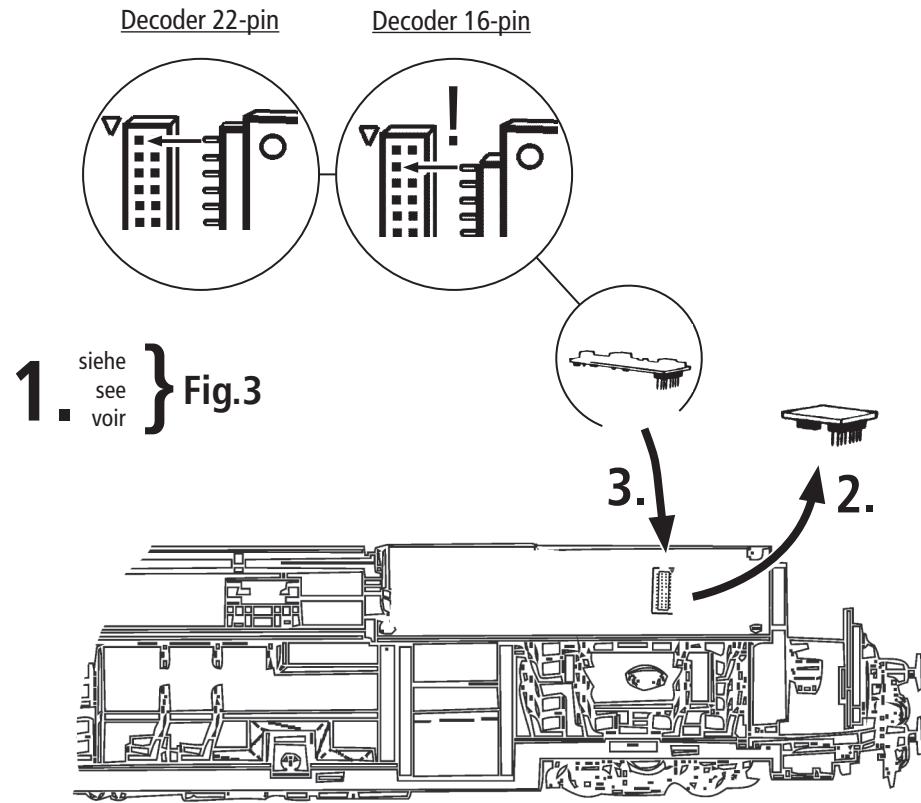

Fig. 5
2. Schmierung: Versehen Sie die im Schmierplan in Fig. 5 gekennzeichneten Stellen mit nur **kleinen Öltropfen**. Dazu zuerst das Lokgehäuse abnehmen (Fig. 3). Wir empfehlen den **ROCO Öler Art.-Nr. 10906**. Fürs Schmieren der Getriebeteile (Zahnräder, Schnecke) empfehlen wir das **ROCO-Spezialfett Art.-Nr. 10905**. Im Falle der Schmierung diese Teile **nicht ölen**.
2. Lubrication: Apply **tiny oil drops** to spots marked in fig. 5. Prior to lubrication dismantle locomotive (fig. 3). We recommend using item no. **10906, Roco oiler**. For lubrication the gearparts (e.g. cogwheels, worm) we would recommended our Roco **special grease** (item no. **10905**).
2. Graissage: N'appliquez **qu'une toute petite goutte** aux endroits indiqués par le plan de graissage (fig. 5) après avoir démonté la caisse de la locomotive (fig. 3). Nous vous recommandons **le graisseur à huile Roco réf. 10906**. Pour graisser les engrenages (roues dentées, vis sans fin) nous vous conseillons la **graisse spéciale Roco réf. 10905** pour engrenages en matières synthétiques. Lorsque vous utilisez cette graisse il faut éviter d'huiler ces composants.